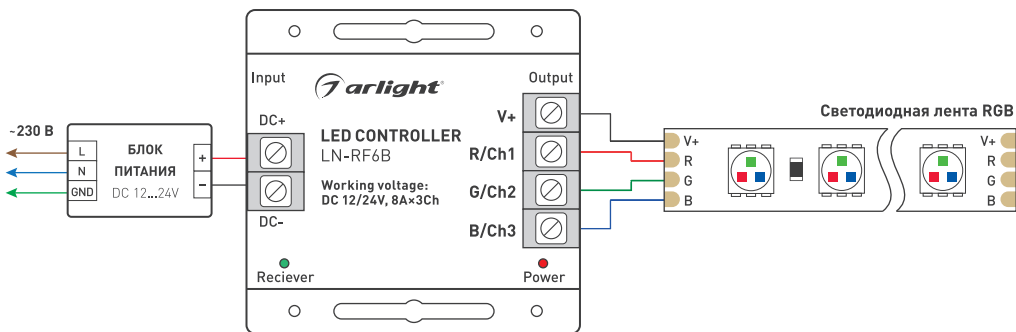

Рисунок 1. Схема подключения.
- 3.3. Подключите светодиодную ленту или другой светодиодный источник света к выходу OUTPUT контроллера, соблюдая полярность и соответствие цветов RGB (см. Рис.1).